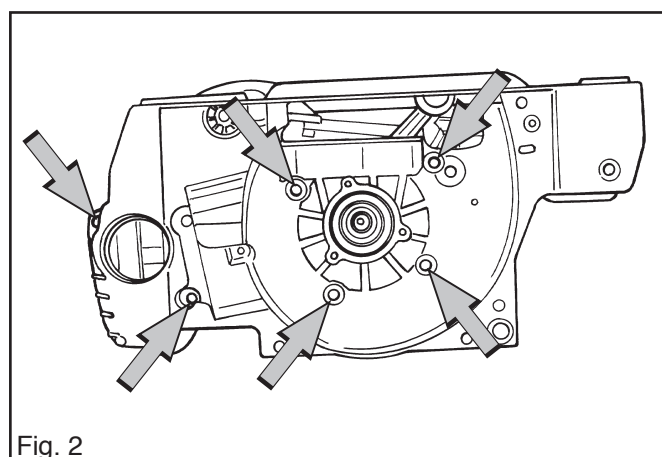

Fig. 2
4. Retirer les six vis du côté du rotor volant. Voir fig. 2.